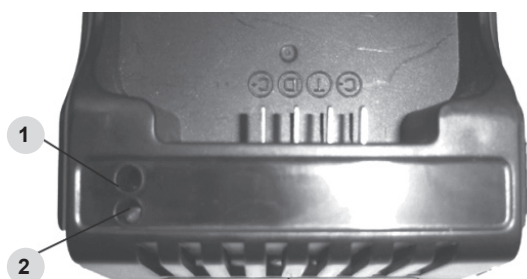

Рис.7
Перед подключением убедитесь, что напряжение в сети соответствует напряжению, указанному на табличке зарядного устройства. Подключите зарядное устройство в сеть. Лампочка (1) Рис.7 загорится зеленым цветом. При установке аккумуляторной батареи в зарядное устройство лампочка (2) загорится красным цветом, лампочка (1) будет гореть зеленым цветом. При полностью заряженном аккумуляторе лампочки 1 и 2 загорятся зеленым цветом.